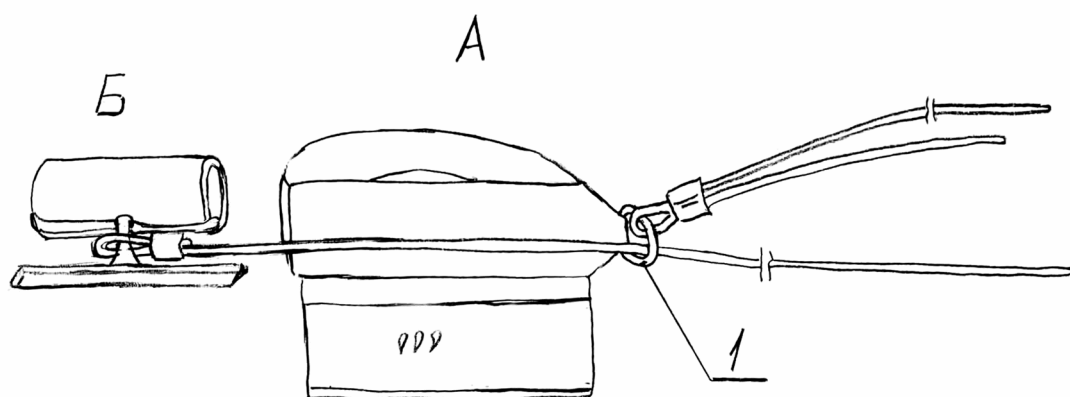

Рис. 11. Звено отсоединения (А) и звено аварийного раскрытия (резервный релиз) (Б).
2.5.13. З в е н о о т с о е д и н е н и я предназначено для отсоединения свободных концов подвесной системы ОП при отказе в работе парашютной системы и в случае необходимости. Звено (рис. 11) состоит из основы звена - полужесткого кольца, имеющего форму, удобную для захвата рукой, и двух тросов (длиной 400 и 1000мм), прикрепленных кольцом к основе. Кольцо также используется для пропуски троса звена аварийного раскрытия (резервного релиза). Такая конструкция обеспечивает необходимое отделение СП с отцепкой ОП перед введением в работу запасного парашюта.
2.5.14. З в е н о а в а р и й н о г о р а с к р ы т и я (резервный релиз) предназначено для аварийного раскрытия КЗУ СП и отсоединения стабилизирующего парашюта. Звено (рис. 11) идентично звену раскрытия, но длина троса, который замыкает петлю КЗУ стабилизирующего парашюта, - 1250мм. Использование резервного релиза позволяет отсоединить СП, не отсоединённый ранее звеном раскрытия (основным релизом).